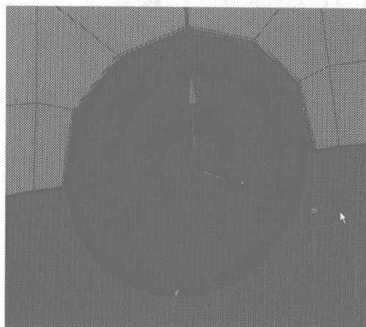
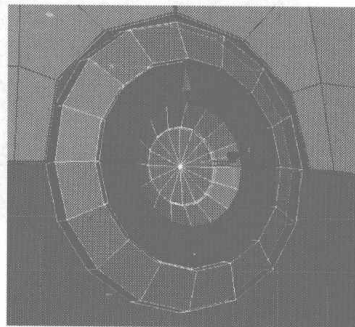
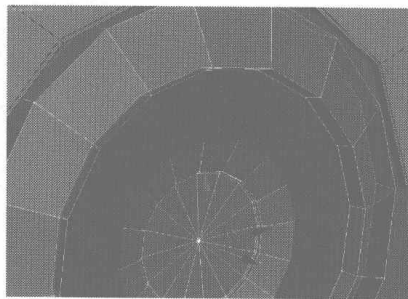

图 4.123
图 4.124
图 4.125
- 09** 选择整个摄像头部分的面，如图 4.123 所示，在 Polygon Properties 卷展栏中单击 **Clear All** 按钮全部清除，再选择如图 4.124 所示的面，在 Edit Geometry 卷展栏中单击 **Make Planar** 按钮，将该面平面化，并将其沿 Z 轴向内移动，如图 4.125 所示。